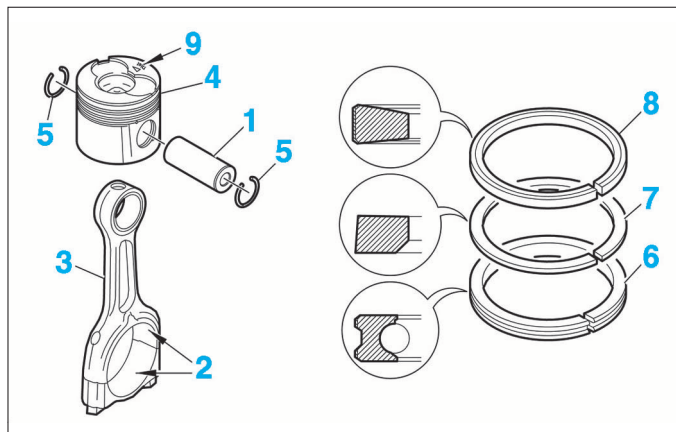

FIG. 68
- Effectuer l'assemblage de chaque ensemble bielle-piston, en huilant les axes (1) et le demi-coussinet (2) dans la tête de bielle (3). Utiliser des jons d'arrêt neufs (5) (Fig. 68).
- Mettre en place chaque ensemble bielle-piston huilé et apparié dans le bloc-cylindres (ensemble n°1 côté volant moteur) et orienter l'empreinte (4) des soupapes côté pompe haute pression (repère (9) vers la distribution) (Fig. 68).